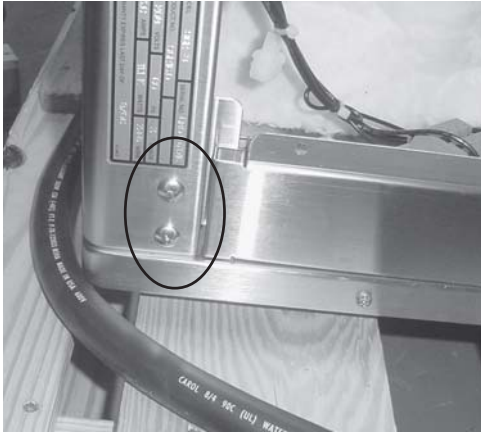

Figura 1
1. Con un destornillador Phillips, saque los ocho tornillos de 1/4" x 1" en las esquinas de la unidad. Vea la Figura 1.